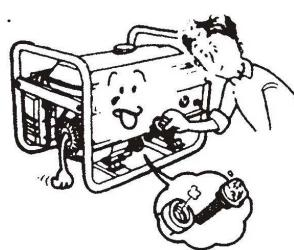

Figura 10
- 8.1.2 Insira a vareta no orifício de enchimento do óleo sem a enroscar neste (Figura 10)